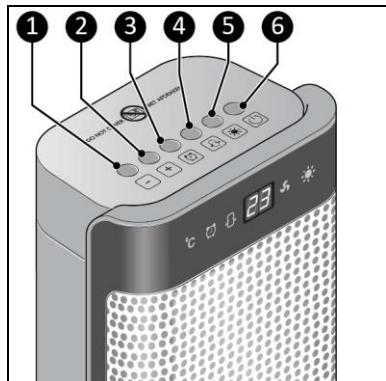

Figura 10
2. Apăsați butonul PORNIT/OPRIT (Figura 10, poz. 6) sau pe cel de pe telecomandă. Dispozitivul pornește în modul de ventilație. Afisajul arată temperatura ambientă. Lumina pentru ventilație se aprinde.
1. Setați temperatura dorită cu ajutorul butoanelor Plus și Minus de pe unitate (Figura 10, poz. 1, 2) sau de pe telecomandă (max. 35 °C). Pe ecran se afișează temperatura setată pentru câteva secunde. După aceea, ecranul va afișa temperatura ambientă.
1. Folosiți butonul de încălzire de pe dispozitiv (Figura 10, poz. 5) sau de pe telecomandă și derulați prin:
2. Apăsați butonul temporizatorului de pe dispozitiv (Figura 10, poz. 3) sau de pe telecomandă: